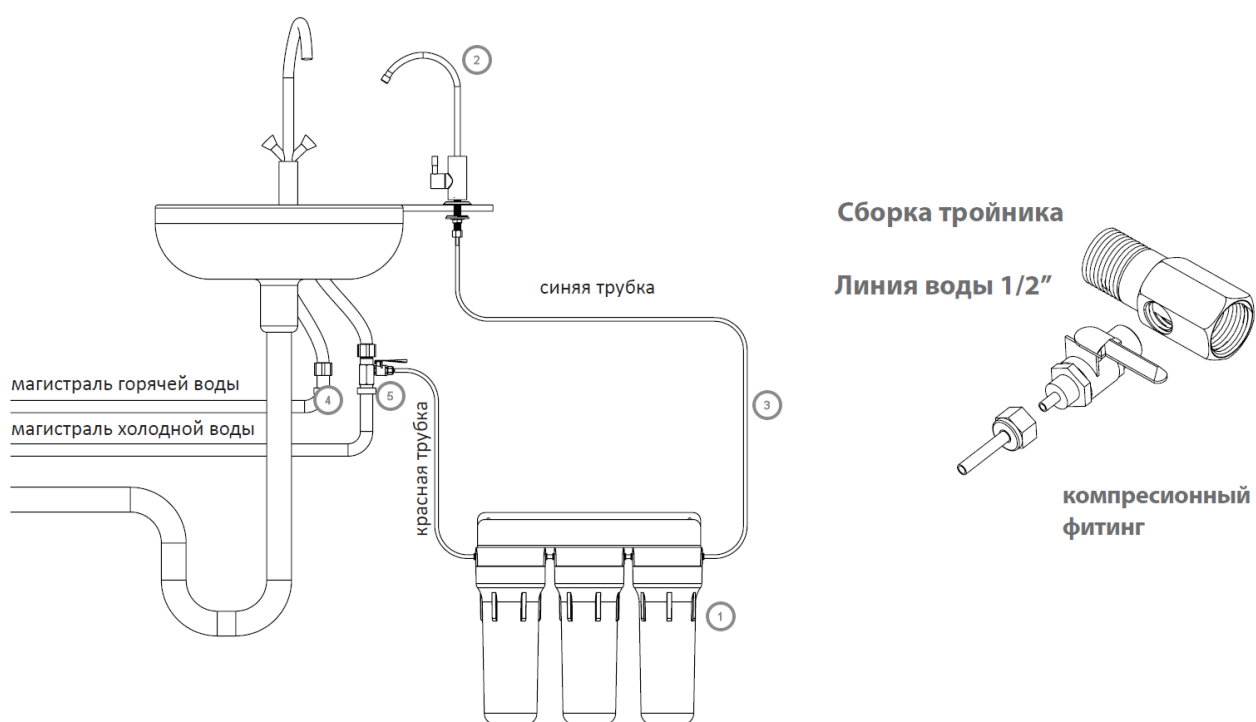

Рис. 1. Схема подключения фильтра
2. Подключите тройник 4 к магистрали холодной воды (рис. 1). Для уплотнения резьбы применяйте фторопластовую уплотняющую ленту (ФУМ).